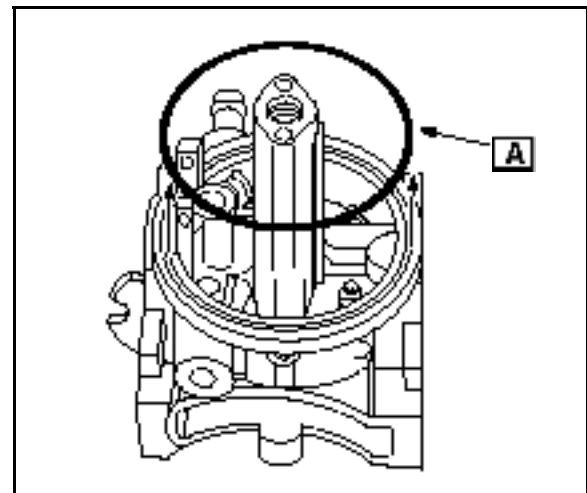

Fig. 52
2. Remove float bowl gasket ((A) Fig. 52).